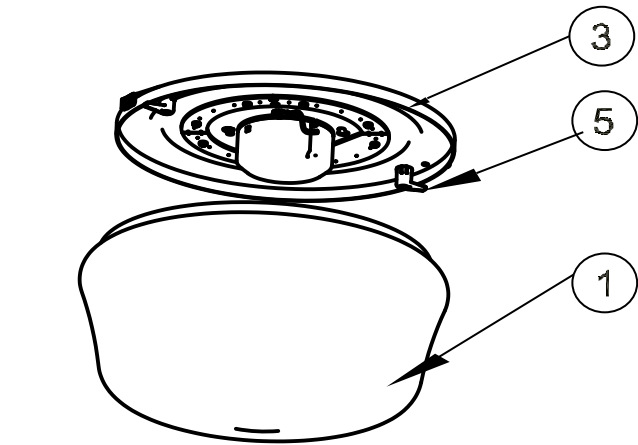

Figure 1
7. To install Diffuser (1), loosen Thumb Screws (5) on perimeter of housing. Lift Diffuser in position and secure by tightening Thumb Screws. **See Fig 1.**
7. Para instalar el Difusor, afloje los (3) tornillos manuales en el perímetro de la caja de la luminaria. Levante el difusor en posición y asegure apretando los tornillos manuales. Vea Fig. 1.